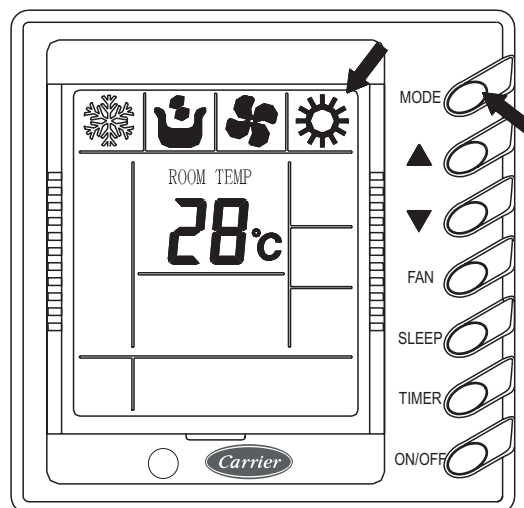

Fig. 6-VII
6. Programação do modo de operação (Fig.6-VII)